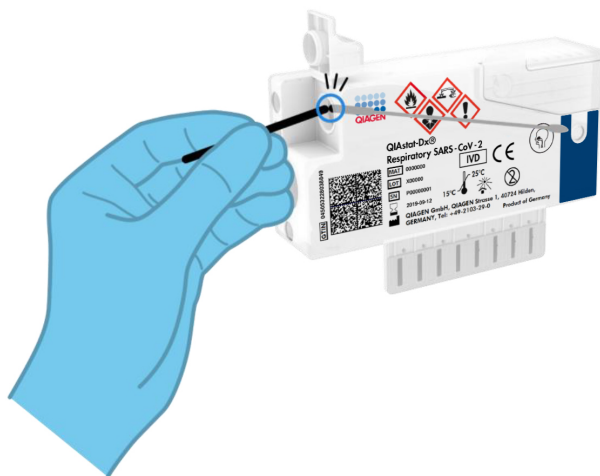

Figura 9. Rottura del gambo del tampone.
6. Rompere il gambo del tampone in corrispondenza del punto di rottura, lasciando il resto del tampone nella QIAstat-Dx Respiratory SARS-CoV-2 Panel Cartridge (Figura 9).